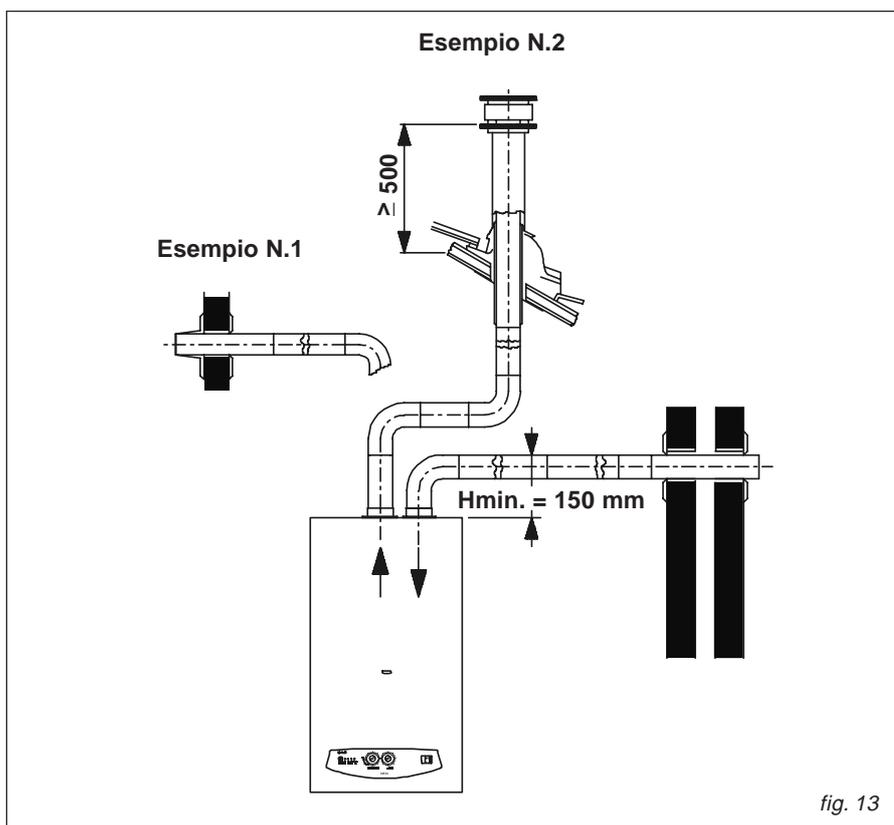

fig. 13
**Esempio N.1 (fig. 13)**
**Esempio N.2 (fig. 13)**